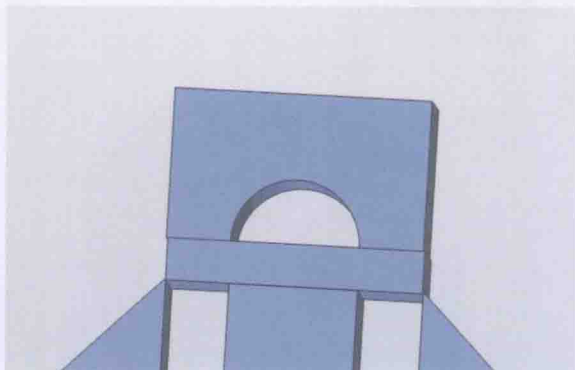

图 1-2-26
19. 之后将组合运算之后的六面体移动到中心处，如图 1-2-26 所示。